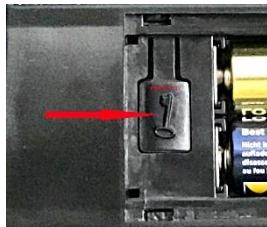

Abb. 3
- ❖ Um auf die oben genannten Wekseinstellungen zurückzusetzen, halten Sie den Knopf an der Rückseite der Tür im Batteriefach länger als 3 Sekunden gedrückt, bis zwei Pieptöne erklingen. Siehe Abb. 3.
Während die Tresortür offen steht, drücken Sie den Knopf an der Rückseite der Tür, im Batteriefach, siehe Abb. 3. Ein Piepton wird erklingen und der Fingerabdrucksensor und der Bildschirm werden aufleuchten.
Hinweis: 100 Fingerabdrücke können eingespeichert werden. Sobald das rote Licht am Fingerabdrucksensor 10 Mal blinkt und der Piepton 10 Mal ertönt, ist dies ein Hinweis darauf, dass das Fingerabdruckregister voll ist. Um Fingerabdrücke zu löschen oder neue zu programmieren, halten Sie den Knopf an der Rückseite der Tür im Batteriefach länger als 3 Sekunden gedrückt, bis zwei Pieptöne erklingen. Siehe Abb. 3. Die Kombination ist jetzt **159**. Programmieren Sie die Kombination und die gewünschten Fingerabdrücke erneut.